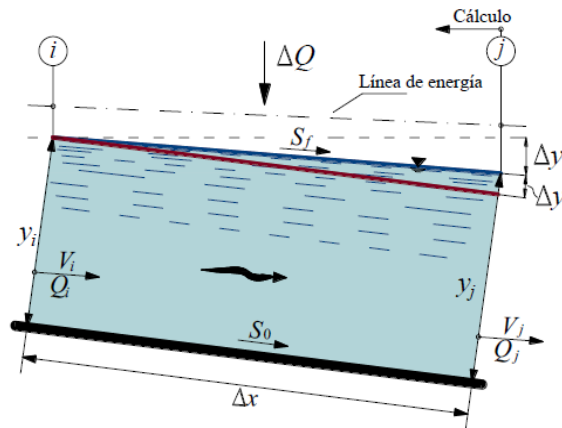

Figura 3. Secciones de análisis en un tramo del canal colector.
- Calcular con el tirante medido en la sección 6, los siguientes elementos hidráulicos:  $A$ ,  $P$ ,  $R_h$ ,  $V$ , y  $S_f$ , que corresponderán a la sección  $j$  (figura 3).